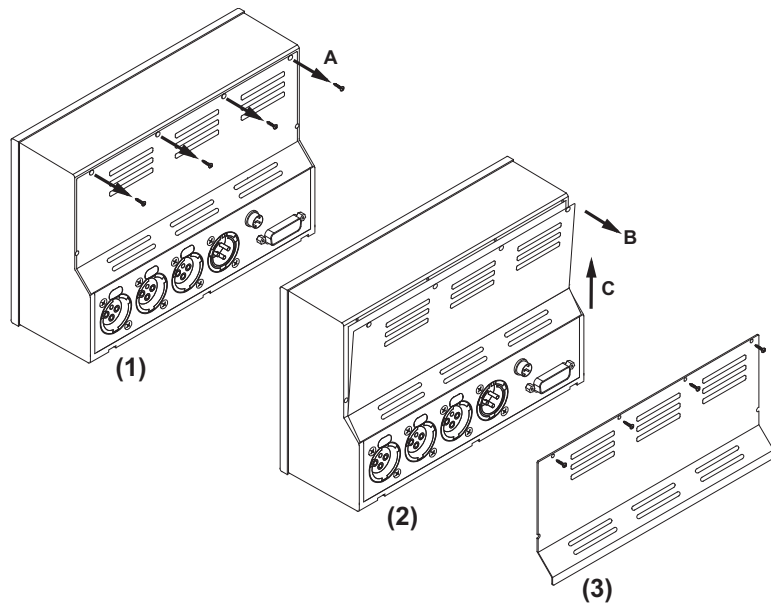

Bild 4-3: Entfernen des rückseitigen Abdeckblechs
3. Entfernen sie nach dem Lösen der vier Befestigungsschrauben auf der Geräterückseite das Abdeckblech. (Bild 4-3)